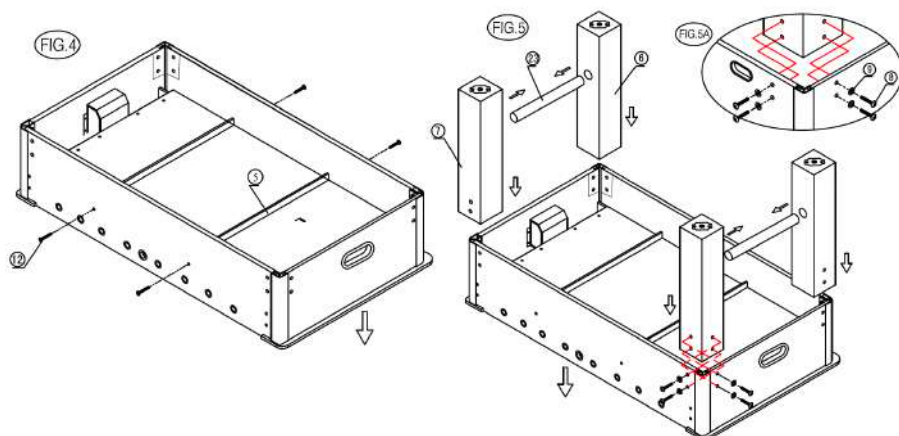

FIG.6.
11) Localiza los niveladores de piernas (#28) y atornilla uno en cada perna como se muestra en FIG 6.